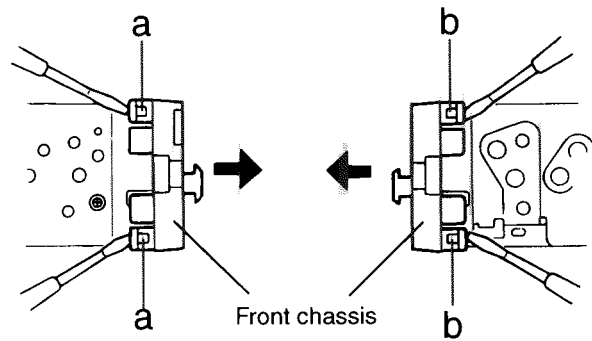
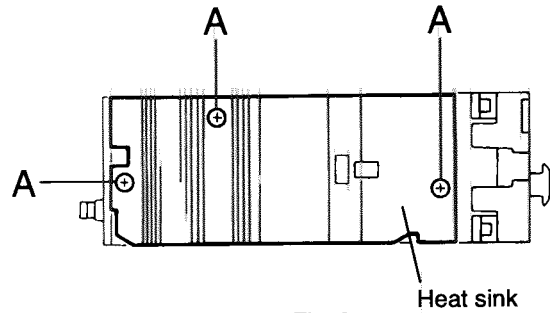
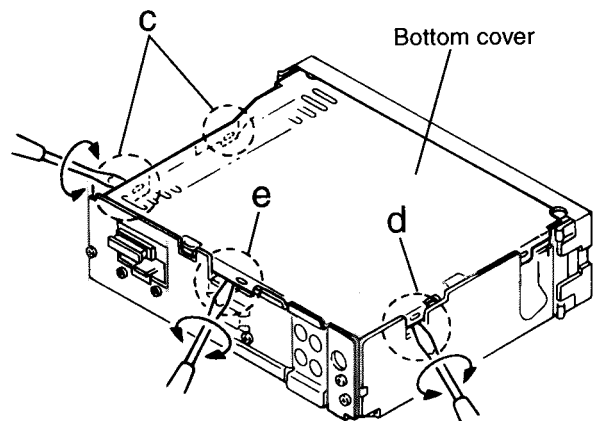

Fig. 1
Fig. 2
Fig. 3
- **If the speaker wiring in your car is as illustrated in Fig. 1 and Fig. 2 below, DO NOT** connect the unit using that original speaker wiring. If you do, the unit will be seriously damaged. Redo the speaker wiring so that you can connect the unit to the speakers as illustrated in Fig. 3.
- **If the speaker wiring in your car is as illustrated in Fig. 3,** you can connect the unit using the original speaker wiring in your car.
- **Ist die Lautsprecherverdrahtung wie unten in Fig. 1 und 2 abgebildet,** das Gerät **NICHT** mit der Originalverdrahtung der Lautsprecher anschließen, da sonst das Gerät schwer beschädigt wird. Die Lautsprecherverdrahtung erneuern, so daß Sie das Gerät an den Lautsprechern wie in Fig. 3 abgebildet anschließen können.
- **Ist die Lautsprecherverdrahtung in Ihrem Auto wie in Fig. 3 abgebildet,** können Sie das Gerät mit der Originalverdrahtung der Lautsprecher in Ihrem Auto anschließen.
- **Si le câblage des enceintes de votre voiture est réalisé comme montré sur la Fig. 1 ou Fig. 2 ci-dessous, NE CONNECTEZ PAS** l'appareil en utilisant ce câblage original d'enceintes. Si vous le faites, l'appareil sera sérieusement endommagé. Recommencez le câblage des enceintes de façon que vous puissiez connecter l'appareil aux enceintes comme montre sur la Fig. 3.
- **Si le câblage des enceintes de votre voiture est comme montré sur la Fig. 3,** vous pouvez connecter l'appareil en utilisant ce câblage original d'enceintes pour votre voiture.
■ Removing the Front Chassis (See Fig. 1)
■ Removing the Heat Sink (See Fig. 2)
■ Removing the Bottom cover (See Fig. 3)